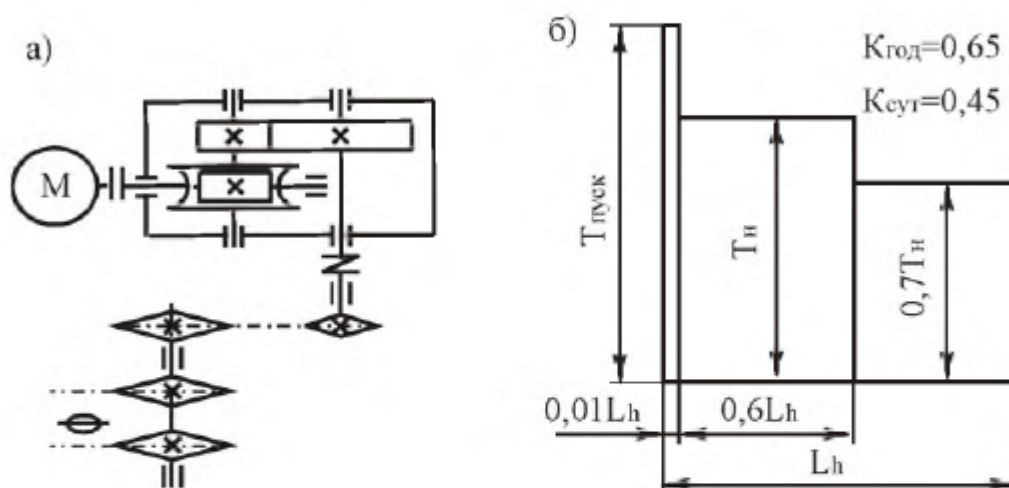

Рис. 6.24. Привод цепного конвейера:
**Тема 24.** Спроектировать привод цепного конвейера (рис. 6.24, табл. 6.24). Привод вала барабана цепного конвейера осуществляется от асинхронного электродвигателя общего машиностроительного применения через цилиндро-червячный редуктор и открытую цепную передачу. Входной вал редуктора соединен с валом электродвигателя упругой муфтой.